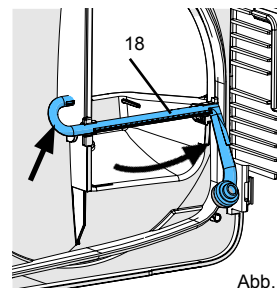

Abb. 11
- Sprührohr (18) an der gebogenen Seite nach hinten herausdrehen (Abb. 11).